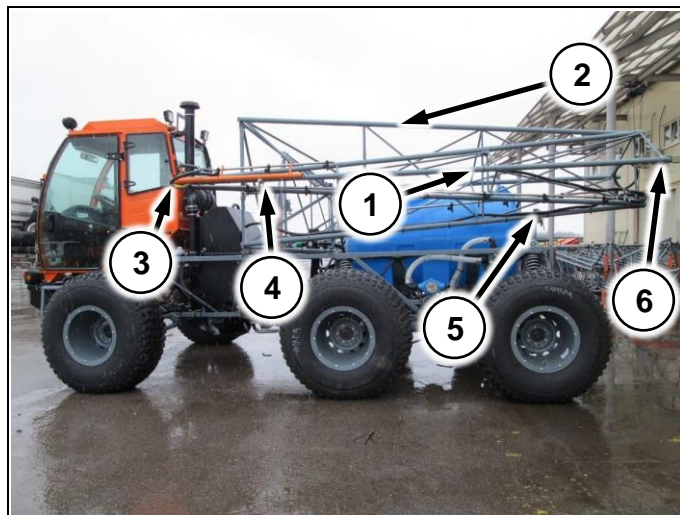

Рис. 91
Раскладывание штанг начинать с разворачивания концевой секции назад (Рис. 91/1).
Раскладывать корневую секцию (Рис. 91/2), с зафиксированной концевой, запрещается! Это может привести к повреждению машины!
1. Открыть флажок (Рис. 91/4) и отвести концевую секцию назад до фиксации в замке (Рис. 91/6)
2. Открыть флажок (Рис. 91/5) и открыть штанги